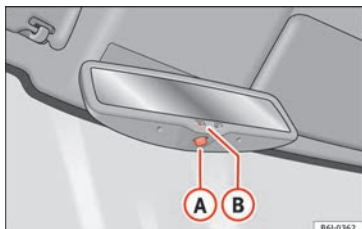

Fig. 72 Retrovisor interior com ajuste automático para posição de antiencandeamento.
- Pressionar o botão **A** » **Fig. 72**. O luz de controlo **B** apaga-se.
- Pressionar o botão **A** » **Fig. 72**. A luz de controlo acende-se.